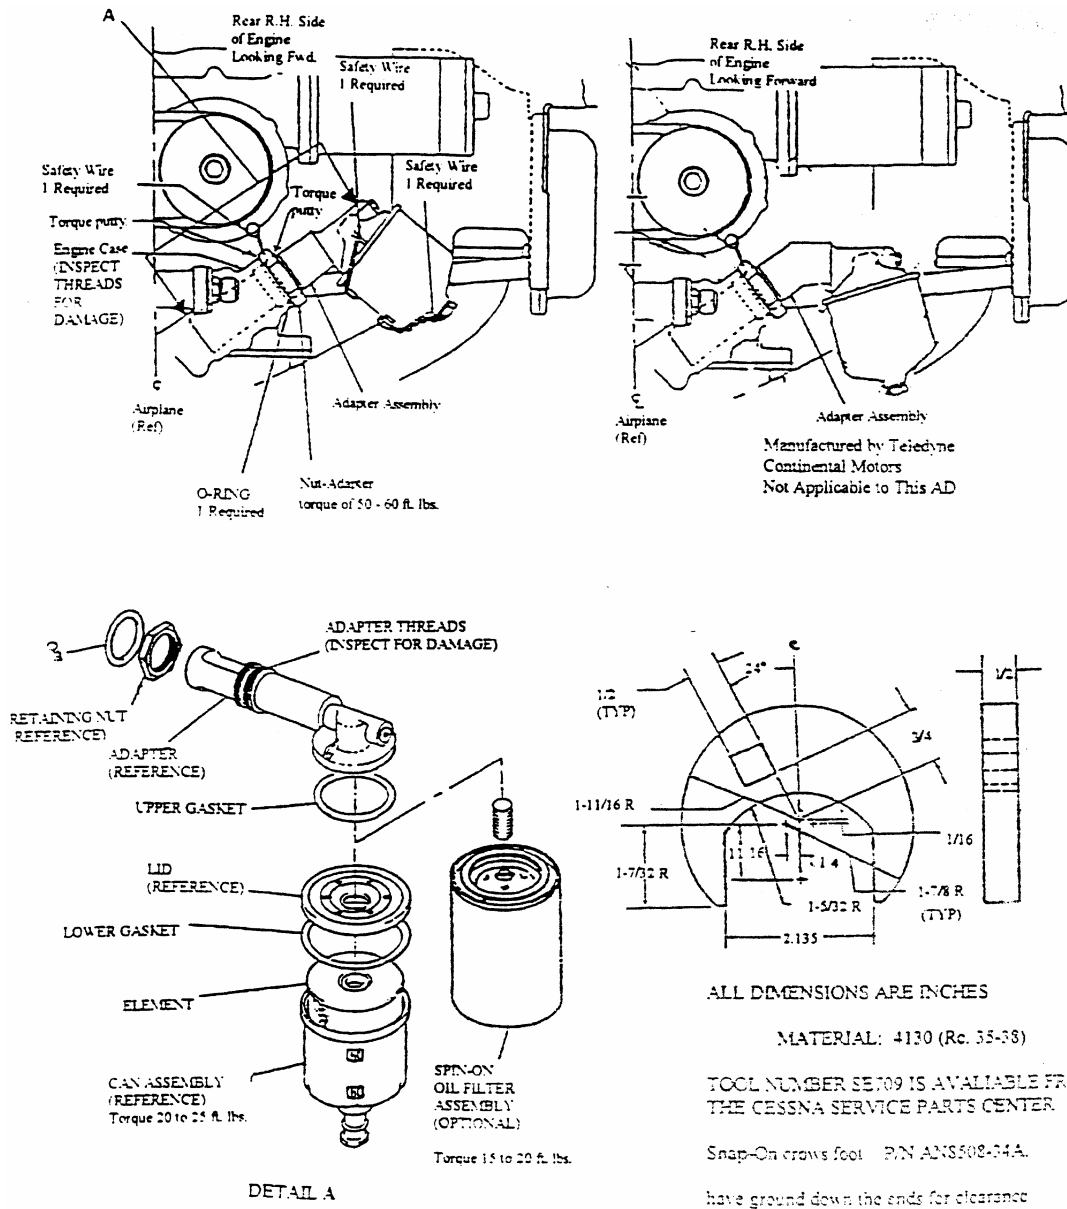

Figure 1 Oil Filter Adapter Installation
- （4）在发动机油滤接头组件与螺帽和滑油泵壳体之间涂上防扭转膏（如本指令附图1所示）。